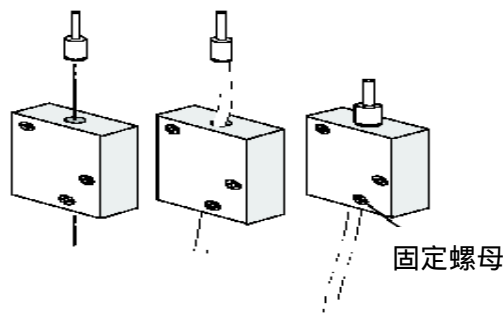
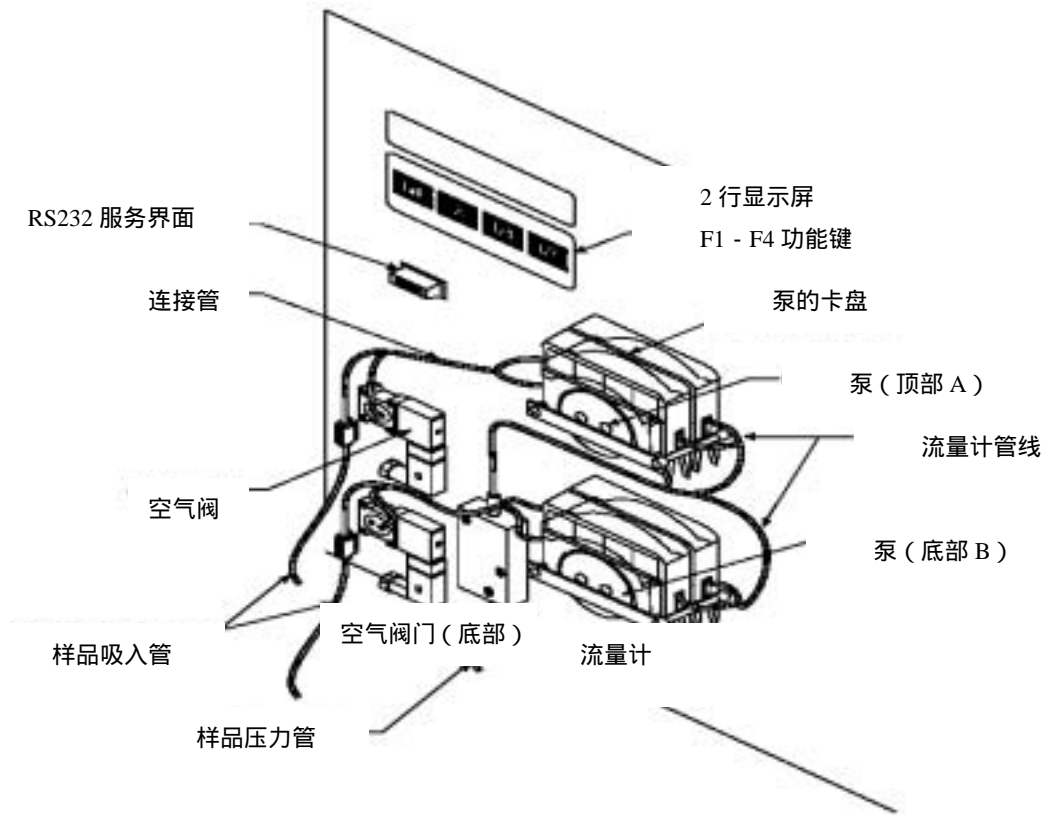

图 9 将压力管安装在流量计上
图 11 泵中管线的连接
6. 把每个样品管连接到和空气阀和泵的卡盘连接的蓝色接头上。(图 11)
5. 松开流量计上的螺母（请看图 9）把样品管通过它连接到接头上（请看图 11）。
1. 保证泵中的管线正确的连接在蠕动泵的卡盘中。(请看图 11)。